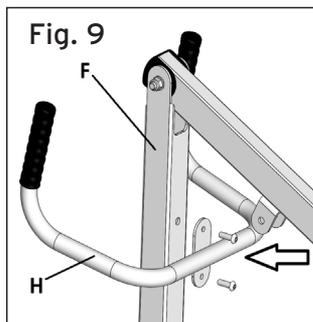

Fig. 9
5. Posizionare la maniglia sulla colonna e fissarla con le 2 viti. (Fig.9)